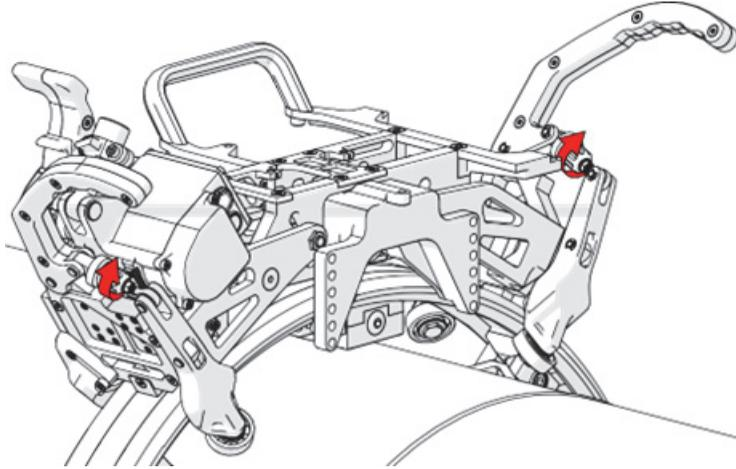

Figure 1-38 Serrage des dispositifs d'ajustement des brides par une rotation d'un quart de tour
9. Tournez chaque dispositif d'ajustement de bride d'un quart de tour pour le serrer (Figure 1-38 à la page 55).